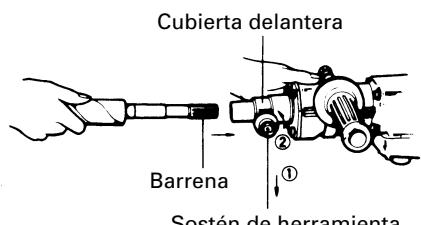

Fig. 3
(1) Limpiar y luego engrasar la barrena con la grasa provista.
(2) Tirar del sostén en la dirección de la flecha ① y rotar en la dirección de la flecha ② (la izquierda). Insertar planamente la barrena de herramienta en el orificio hexagonal de la cubierta delantera. (Fig. 3)
(3) Retornar el sostén de herramienta para fijar ésta.